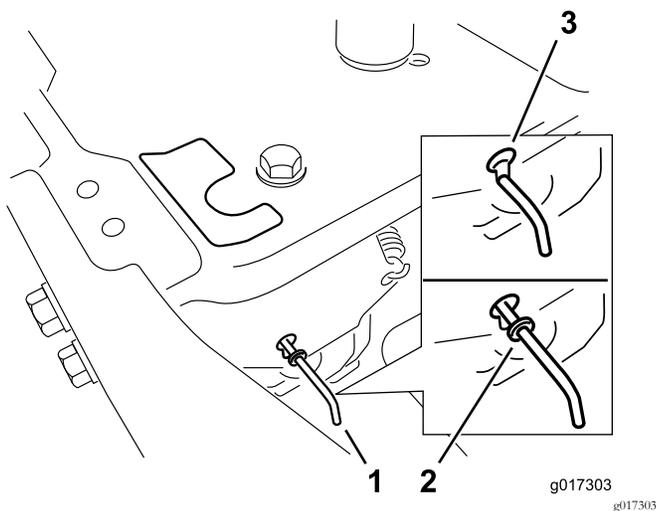

Figura 33
4. Spostate in avanti le leve di bypass attraverso il foro della chiavetta, quindi verso il basso per bloccarle in posizione (Figura 33).
Spostate indietro le leve di bypass attraverso il foro della chiavetta, quindi verso il basso per bloccarle in posizione, come illustrato in Figura 33.